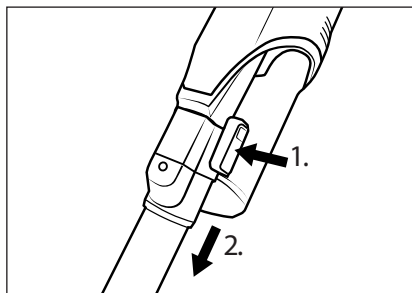

Fig. 11
- ♦ Para desmontar el tubo de aspiración (24) del aparato, mantenga pulsado el botón de desencastre del tubo de aspiración (25) y tire del tubo de aspiración (24) para extraerlo del orificio de aspiración del aparato (consulte la fig. 11).